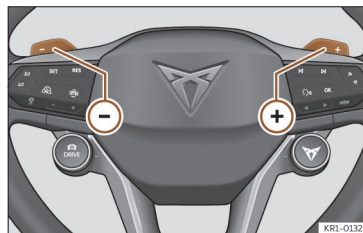

Fig. 107 Volante multifunções: alavancas para a recuperação de energia.
- Pressionando as alavancas do volante + ou - ativa-se temporariamente a seleção manual do nível de recuperação de energia >>> **Fig. 107**. A recuperação automática ativa-se novamente pressionado o pedal do acelerador.
>>> **Fig. 107.**